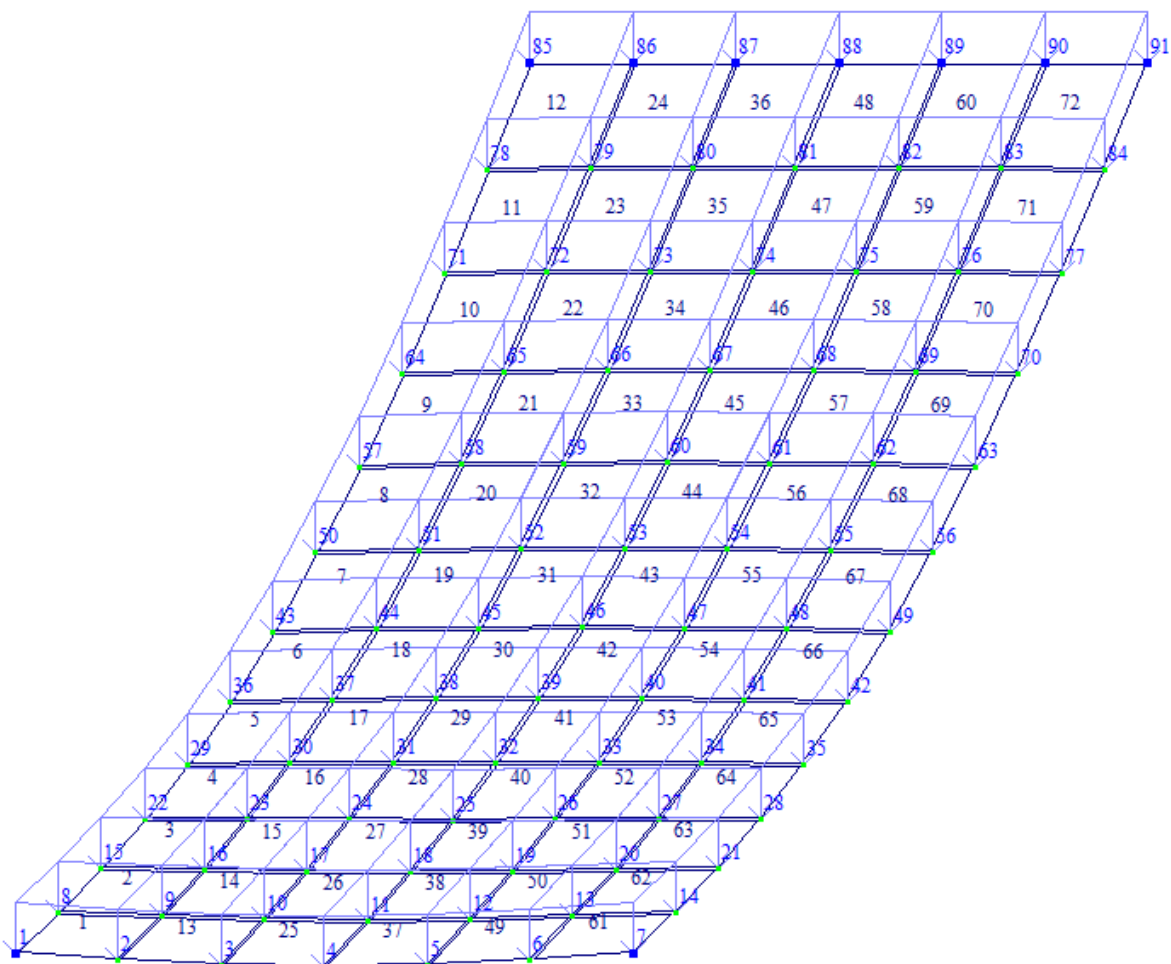

Рис.2.20. Расчетная схема с учетом перемещений узлов
- В режиме просмотра результатов расчета по умолчанию расчетная схема отображается с учетом перемещений узлов (рис.2.20). Для отображения схемы без учета перемещений узлов щелкните по кнопке  – **Исходная схема** (панель **Деформации** на вкладке **Анализ**).